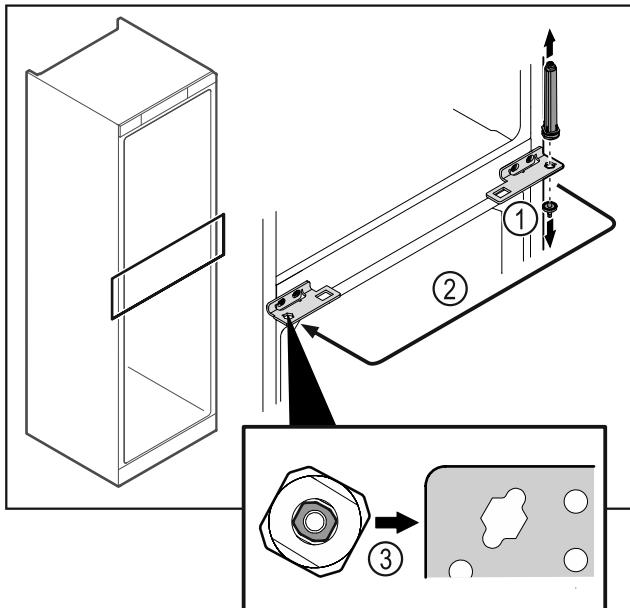

Fig. 49
- ▶ 拧下合页螺栓 Fig. 49 (1)。
- ▶ 调换关门系统 Fig. 49 (2)。
- ▶ 装入时, 请留意关门系统 Fig. 49 (3) 是否正确对齐。